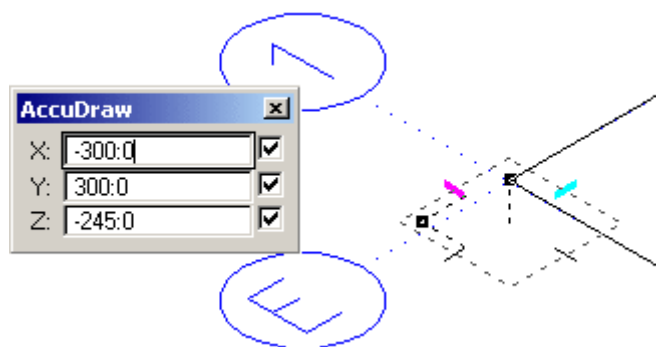

Рисунок 8
- Отложить по соответствующим координатам следующие значения (Рисунок 8), причем значения координат по осям **X** и **Y** можно вводить положительными, главное указать построение в нужном направлении: